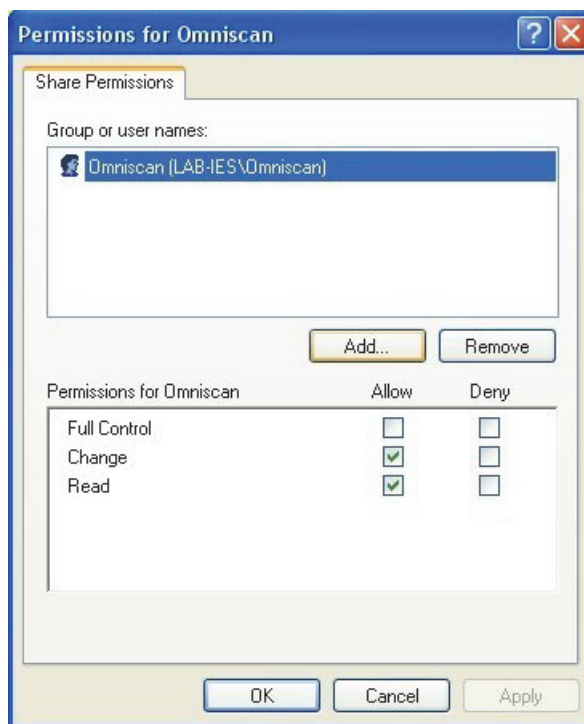

图 7-17 Omniscan 的权限对话框 (Windows XP)
11. 返回到 **Permissions for Omniscan** (Omniscan 的权限) 对话框, 在 **Allow** (允许) 竖列中选中 **Change** (更改) 和 **Read** (读取) 复选框, 然后点击 **OK** (确定) (参见第 207 页的图 7-17)。